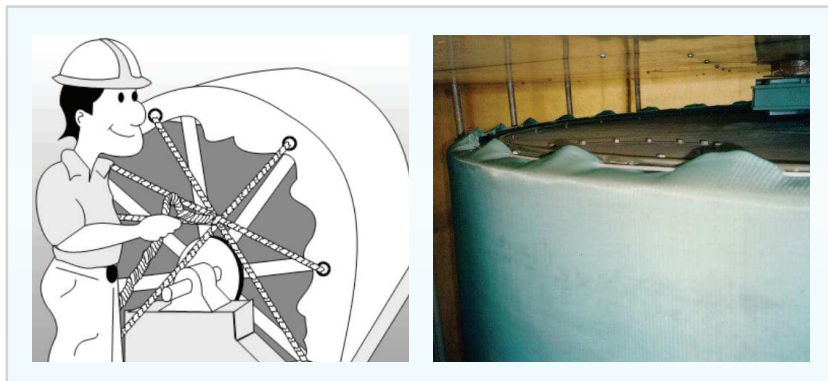

Figura 9: Fixação por ilhoses e corda.
- **Ilhoses e corda:** são fornecidos com a tela com a finalidade de mantê-la estabilizada sobre o filtro durante o processo de encolhimento, evitando deslocamentos. Em alguns casos, utiliza-se este procedimento para a fixação da tela ao equipamento, conforme mostra a figura 9;